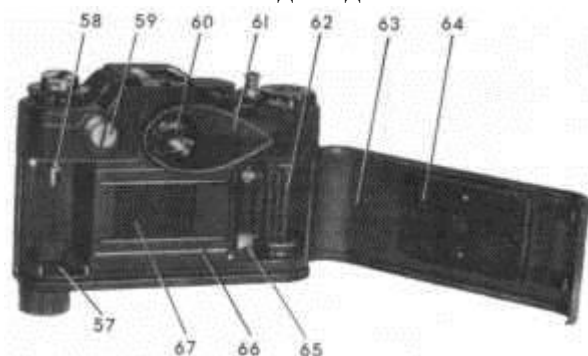

Рис. 4.7
2.6.4. **НАГЛАЗНИК** предназначен для устранения влияния бокового света, мешающего наблюдению в окуляр видоискателя, и устанавливается на оправе окуляра видоискателя (рис. 4.7).